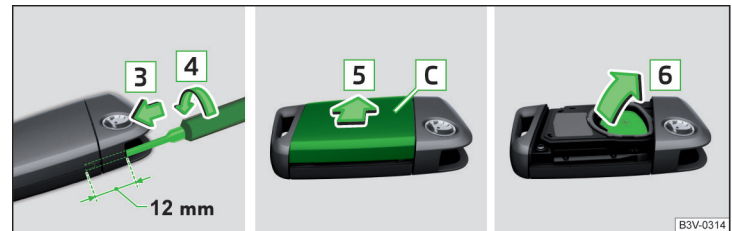

Abb. 243 Batterie ersetzen
- › Einen schmalen Schlitzschraubendreher (3 mm breit) ungefähr 12 mm in die entstandene Öffnung in Pfeilrichtung **3** einschieben » Abb. 243.